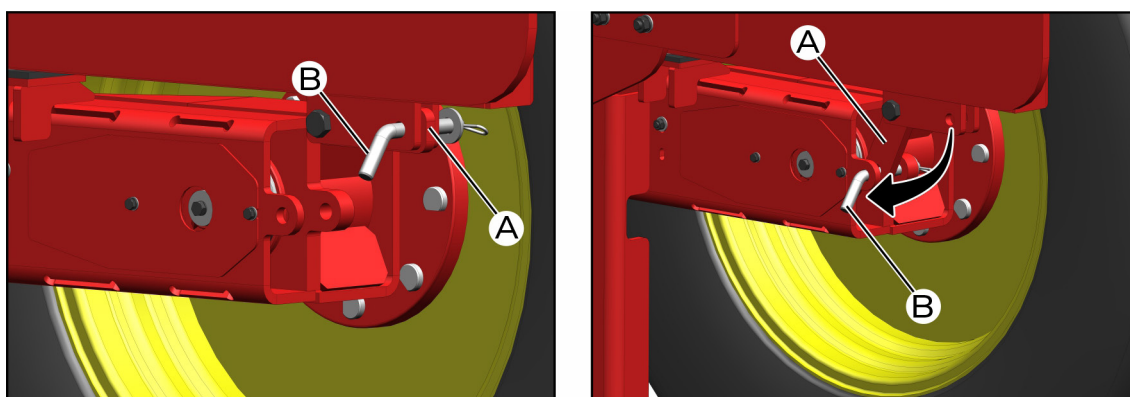

fig. 40
Con la sembradora enganchada al tractor por el cabezal principal, activa el sistema hidráulico del alternador para levantar las líneas. esto hará que las mismas queden apoyadas en las ruedas. Coloque el pie de apoyo en modo de soporte (como en la página 55 - Pie de apoyo). Bloquee las ruedas con el bloqueo (A) (fig. 40 y 41) y el perno (B) (fig. 40 y 41). Bloquee el alternador en las líneas. Esto evitará que las ruedas principales bajen y toquen el suelo durante el transporte.